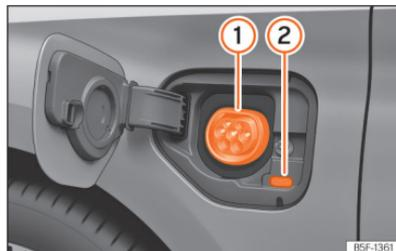

Abb. 59 Hinter der Batterieklappe vorn links: Ladedose.
»» (Abb. 59)
• Drücken Sie bei entriegeltem Fahrzeug auf die Batterieladeklappe, um diese zu öffnen »» (Abb. 59).